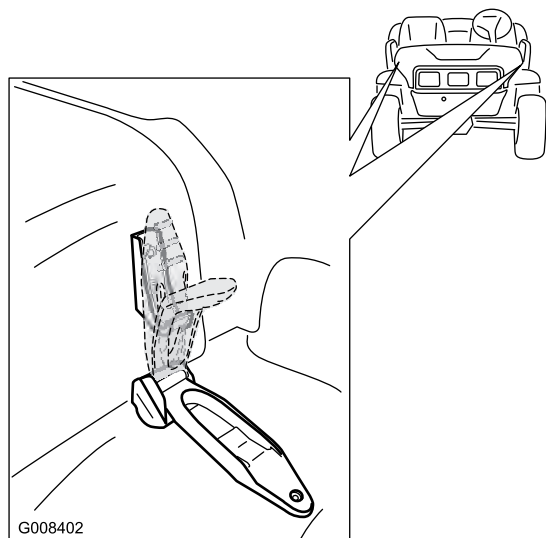

Figura 22
1. Allentate le linguette di gomma sui due lati del cofano (Figura 22).